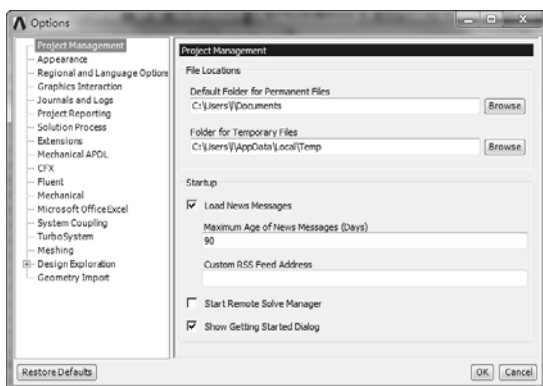

图 1-11 【Project Management】选项卡
- ✧ 【Project Management】选项卡：用于设置 Workbench 启动的默认目录和临时文件位置、是否启动【导读】对话框及是否加载新闻信息等，如图 1-11 所示。